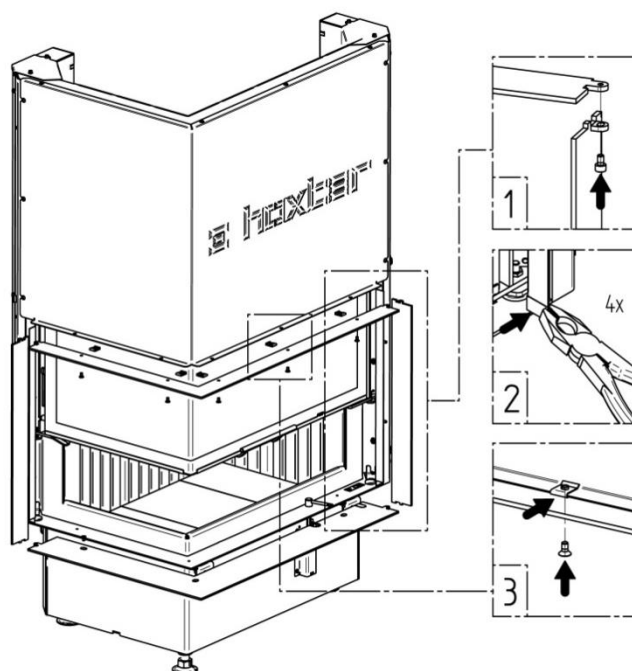

Рис. 15
- Установка рамки на угловую модель (рис. 15)
Рис.15а
Рис. 15с
Описание по Рис. 15